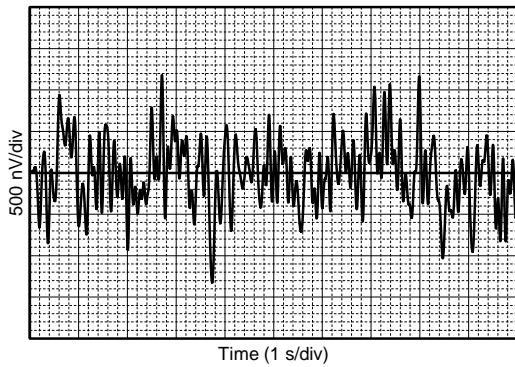

Figure 13. 0.1-Hz To 10-Hz Noise
0.1-Hz to 10-Hz Noise	<a href="#">Figure 13</a>